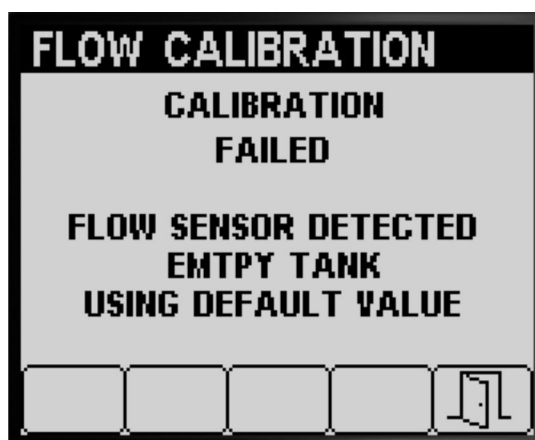
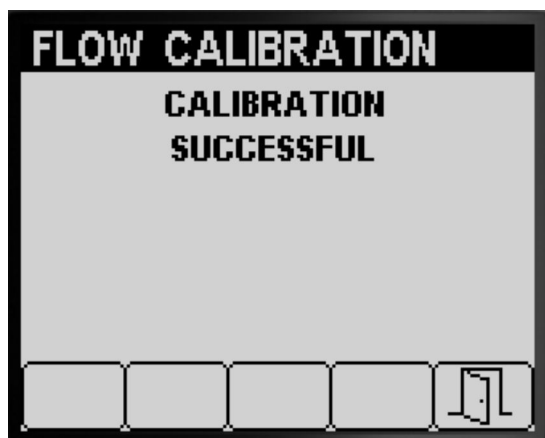
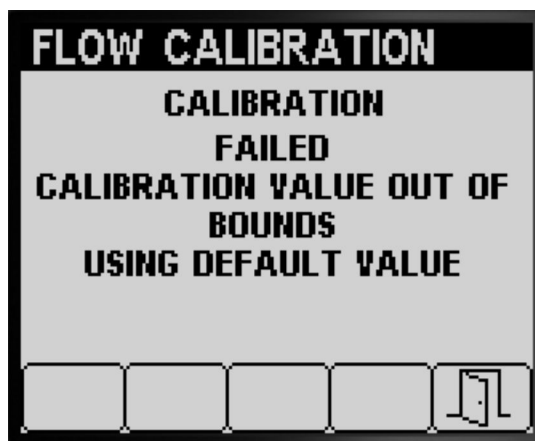

Рисунок 56
Рисунок 55
Рисунок 57
- Сообщение, подтверждающее, что калибровка расхода выполнена успешно (Рисунок 55).
- Появится сообщение, что калибровка расхода не пройдена (Рисунок 56).
3. Нажмите кнопку 5 для выхода из экрана Speed Calibration (Калибровка скорости) (Рисунок 55, Рисунок 56 и Рисунок 57).